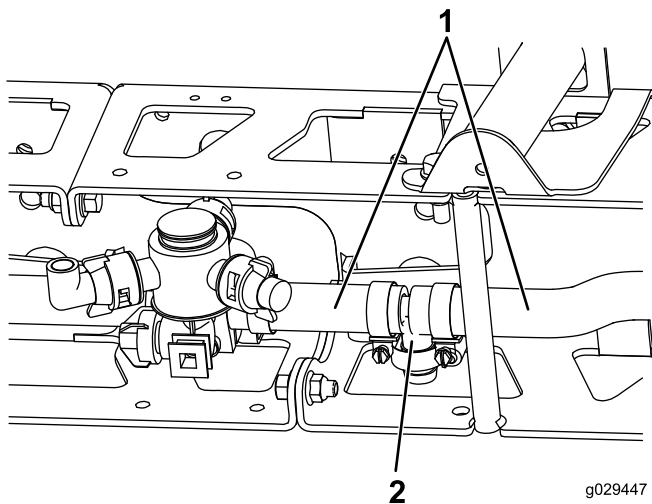

Figure 7
- Déposez le raccord en T et les flexibles avoisinants (Figure 7).